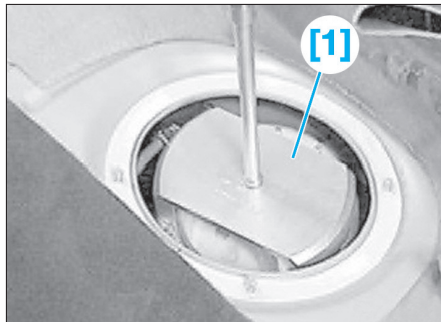

Fig. 49
- [1]. Clé à ergots réf. BMW 161020 (Fig.49)
- A l'aide de l'outil [1], dévisser le capuchon fileté et retirer le bouchon de maintenance (Fig.49).